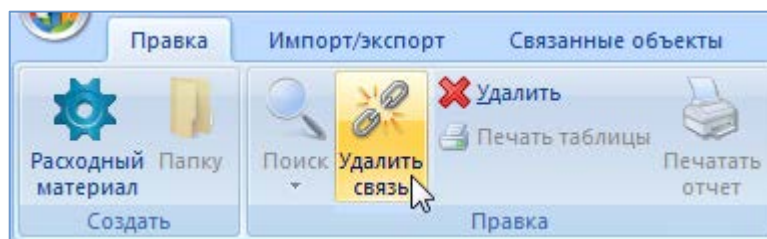

Рис. 27-16 – Панель «Правка»
- 4) Нажать кнопку «Удалить связь» панели «Правка» (рис. 27-16).